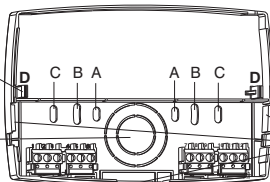

Fig. 3
Asportare dalla base le parti predisposte per il passaggio dei fili di collegamento indicate in fig. 3
- Fissare la base alla parete (o scatola incasso), con 2 viti utilizzando le coppie di fori (A-A, B-B, C-C) predisposte (fig. 3).